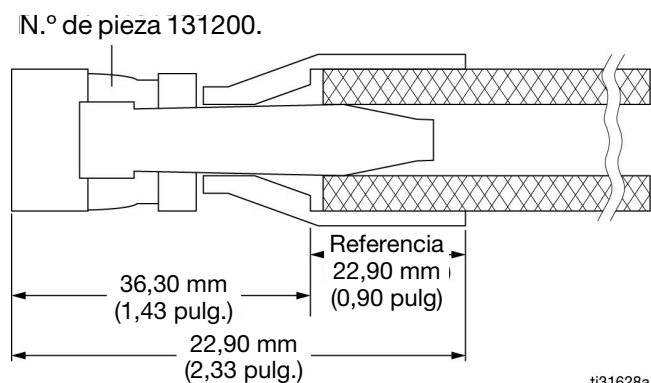

FIG. 62
Después de determinar el largo final de la manguera necesaria para la instalación, monte el accesorio giratorio reutilizable (n.º pieza 131200) incluido con la manguera en el extremo libre de la manguera (FIG. 62). Siga las instrucciones para el montaje de la manguera principal en **Conjunto de manguera de la línea principal**, página 69.
3. Añada 36,30 mm (1,43 pulg.) al largo total de la manguera para tener en cuenta la profundidad del casquillo una vez puesto en el extremo de la manguera (FIG. 62).